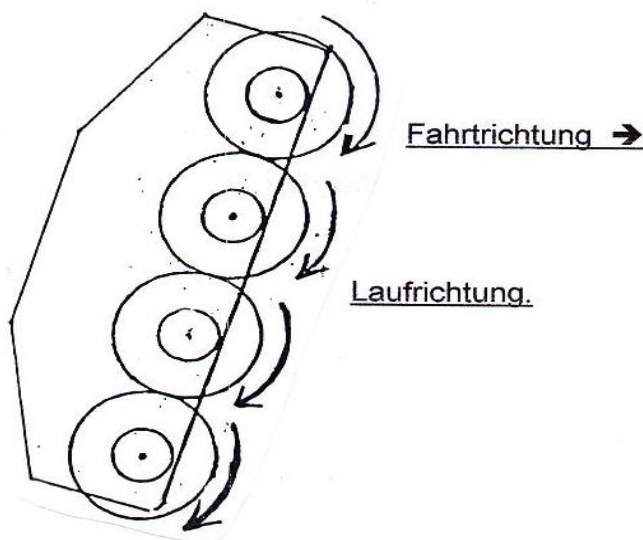

Fig. 1
- Die Sägeblätter werden so montiert, dass die Laufrichtung nach unten verläuft. (Fig. 1). Anziehen 40,1Nm (kvalitet 10,9).